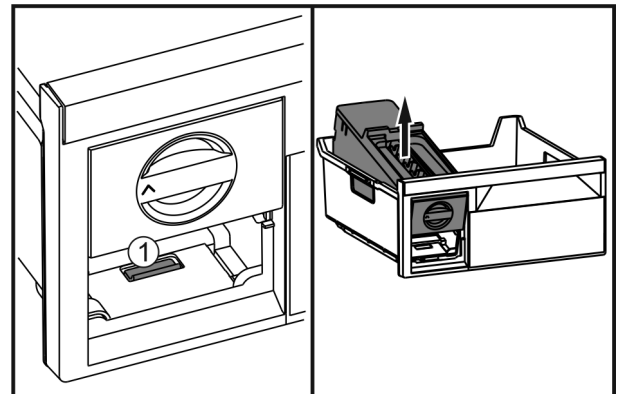

Fig. 46
- ▶ Lip Fig. 46 (1) indrukken, EasyTwist-Ice van achter optillen en uit de vrieslade nemen.